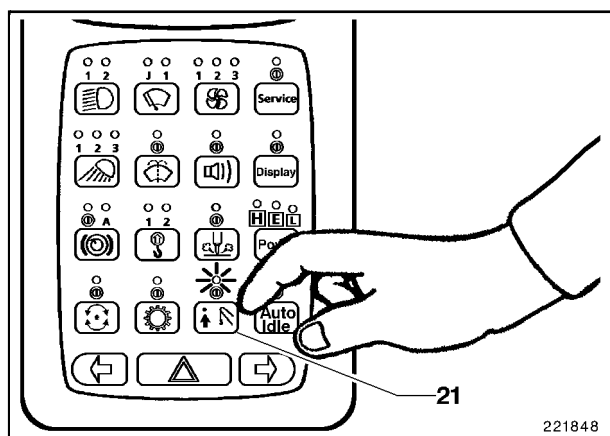

Fig. 19
- Pulsar la tecla (21, Fig. 19), el LED I se encenderá.